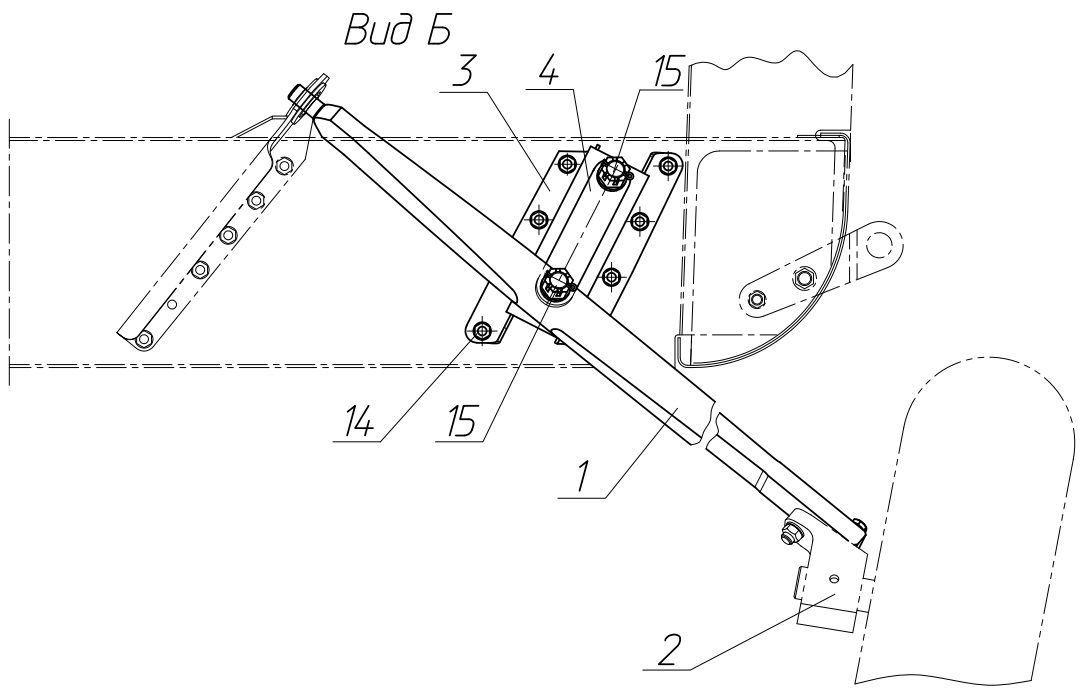

рис.3
5. Отсоединить от рессоры (1) колесо в сборе с фитингом (2) (см. рис.3).
6. Расконтрить, открутить и снять гайки (15), снять серьгу (4) (см. рис.3).